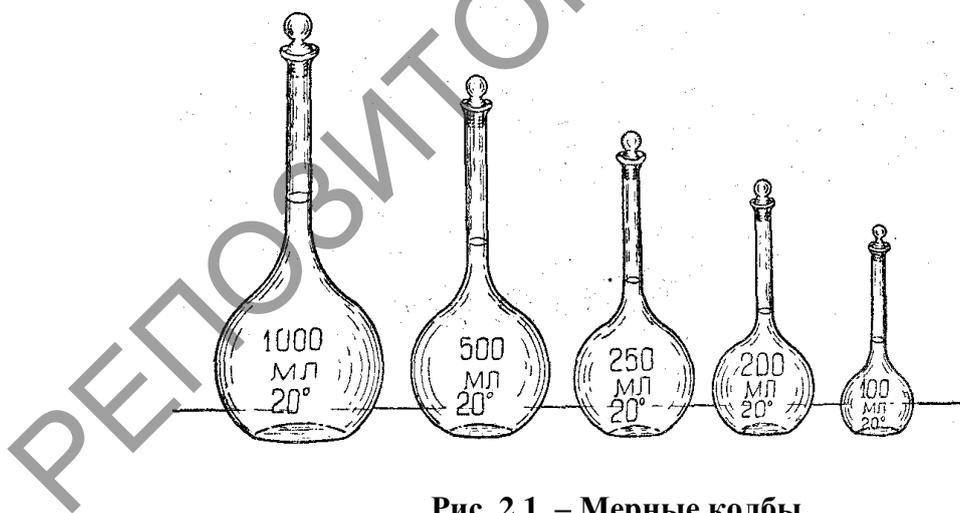

Рис. 2.1. – Мерные колбы
*Мерные колбы.* Мерные колбы служат для приготовления стандартных растворов и для разбавления исследуемых растворов до определенного объема. Это плоскодонные колбы с длинным узким горлом, на котором нанесена круговая метка (рис. 2.1). Колбы калибруют на содержание в них определенного объема жидкости (на вливание). Объем, указанный на стенке колбы, соответствует объему жидкости (при температуре калибрования), если колба наполнена так, что нижняя часть мениска жидкости касается метки, причем доведение объема жидкости до метки должно осуществляться так, чтобы глаза наблюдателя и метка находились на одном уровне (метка сливается в прямую линию). На горле колбы над меткой не должно быть капель жидкости, внутренние стенки колбы должны быть чистыми, и жидкость должна смачивать их ровным слоем. Закрывают колбы специальными притертыми пробками.